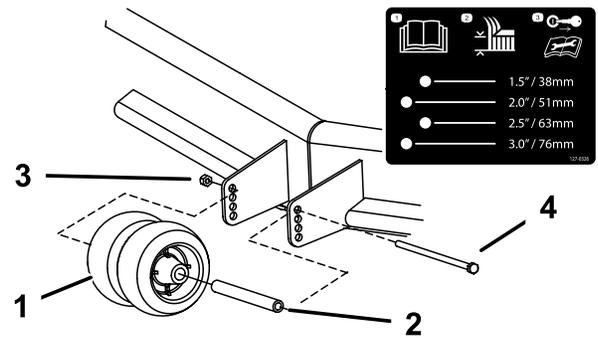

Bild 13
2. Stellen Sie die Antiskalpierrollen ein, wie in Bild 13 abgebildet.